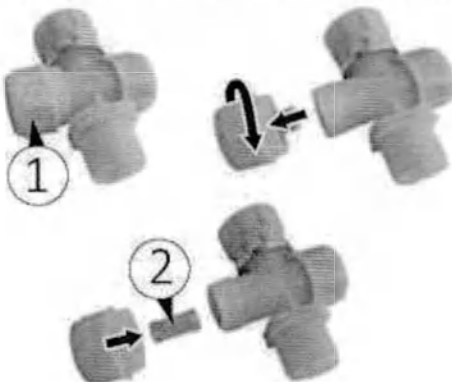

Рис. 23
- 2) Достаньте фильтры для воды и открутите крышки (1 Рис. 23), как показано на рисунке ниже:
- 3) Извлеките цилиндрический фильтр (2 Рис. 23) внутри крышки и тщательно очистите его сжатым воздухом; таким же образом очистите коробку фильтра.